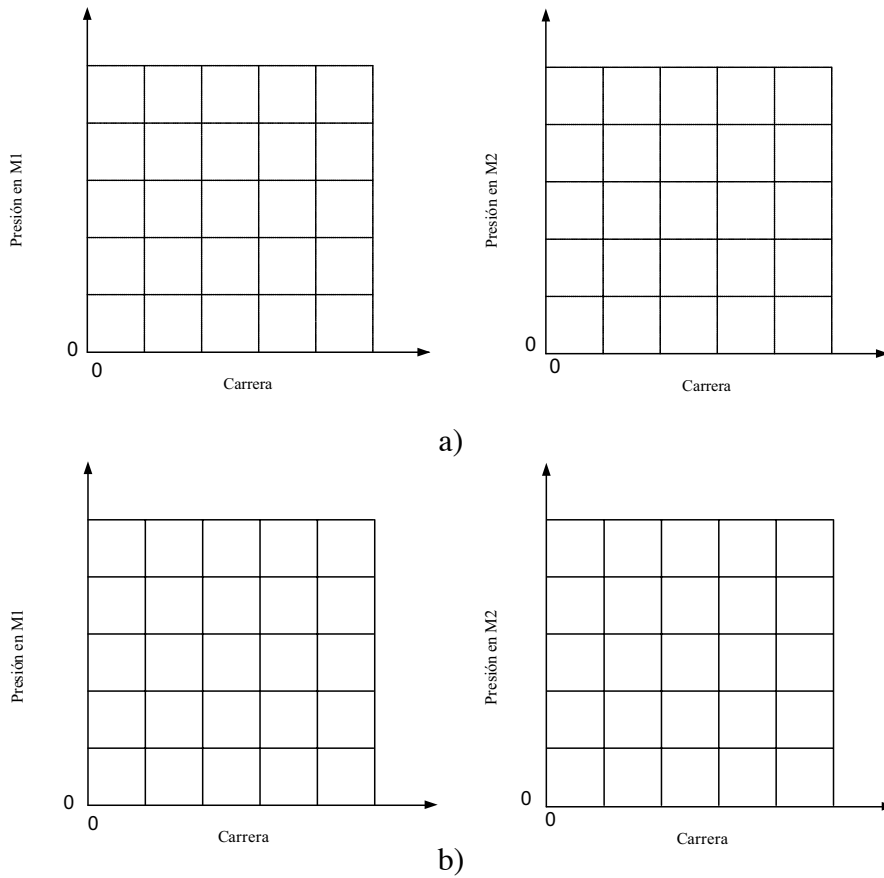

Figura 2.4. Ejes coordenados, a) extensión y b) retracción
13. Graficar la presión de los manómetros M1 y M2 respecto a la posición del actuador en el eje coordenado mostrado en la figura 2.4. Colocar los rótulos adecuados a los ejes.